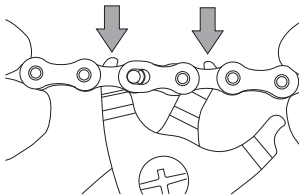

Fig.10
- Inserite l'attrezzo di apertura falsa maglia con denti di spessore inferiore a 1,8 mm nelle maglie interne adiacenti alla C-Link™ (Fig. 10).